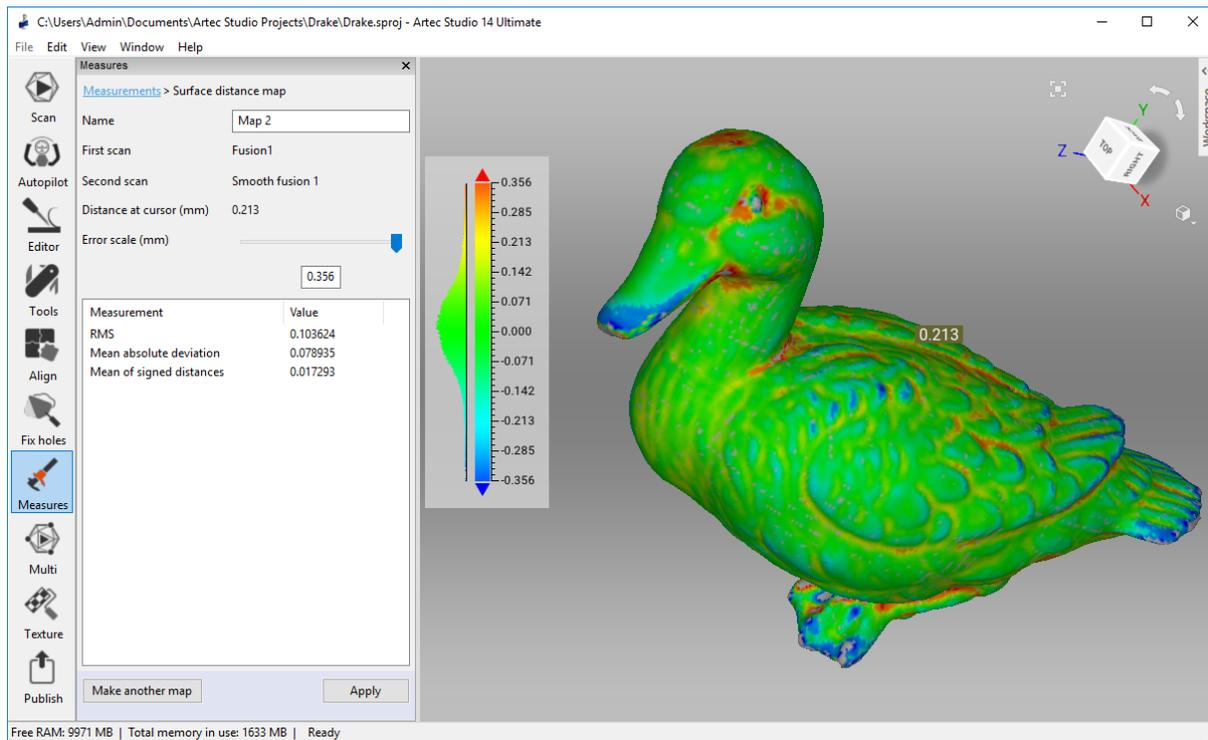

Abbildung 117: Für zwei Modelle berechnete Flächen-Abstands-Karte.
5. Auf *Berechnen* klicken. Sobald der Prozess beendet ist, erscheinen die Abstands-Karte im Fenster *3D-Ansicht* und die Berechnungsergebnisse im Bedienfeld *Messen* (siehe Abb. 117).